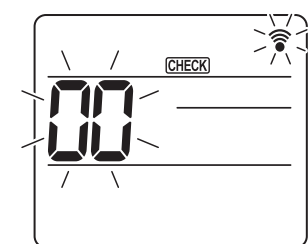
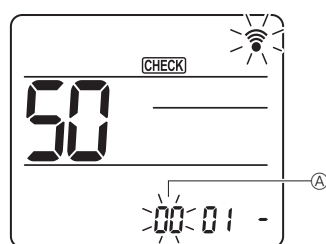
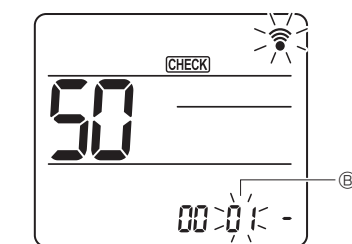
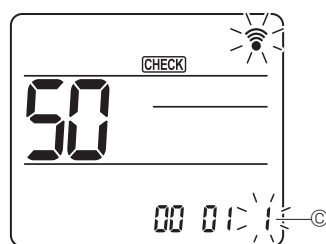

Fig. 7-16
Fig. 7-17
Fig. 7-18
Fig. 7-19
7.4.2. С помощью беспроводного пульта дистанционного управления (Fig. 7-16, Fig. 7-17, Fig. 7-18, Fig. 7-19)
Загорится [CHECK] (ПРОВЕРКА), будет мигать “00”. (Fig. 7-16)
Для установки номера блока пользуйтесь кнопками [UP] [A]. (Fig. 7-17)
Для установки номера режима пользуйтесь кнопками [DOWN] [B]. (Fig. 7-18)
Для смены номера настройки пользуйтесь кнопками [UP] [C]. (Fig. 7-19)